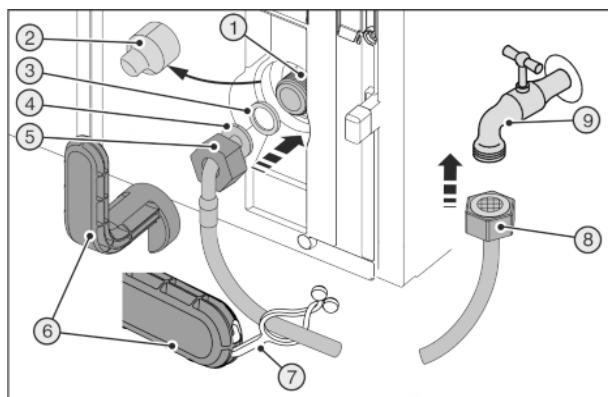
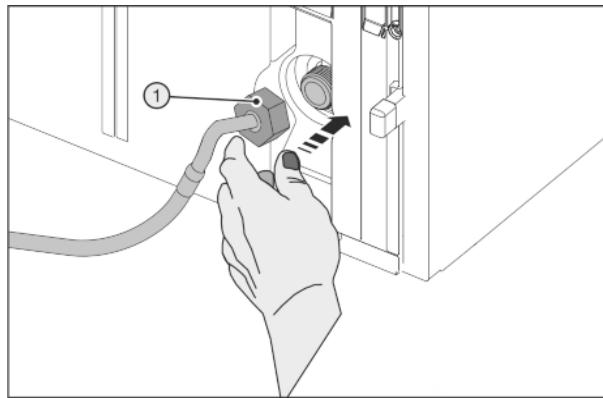

Fig. 48
Fig. 49
Зламаний допоміжний інструмент Fig. 48 (6)!
- Допоміжний інструмент Fig. 48 (6) використовувати тільки при кімнатній температурі.
- Зніміть кришку Fig. 48 (2).
- Полегшений монтаж: Викласти прямий кінець шлангу Fig. 48 (8) ліворуч на землю.
- Насуньте гайку Fig. 48 (5) до кінця через кінець шлангу, розташований під кутом Fig. 48 (4) та утримуйте.
- Зволожити прокладку Fig. 48 (3) та втиснути в гайку Fig. 48 (5).
- Прокладка Fig. 48 (3) прилягає та трохи тримається.
- Обережно одягти гайку Fig. 49 (1) і накрутити двома пальцями на нарізку до досягнення надійної посадки.
- Затягувати гайку Fig. 49 (1) за допомогою допоміжного інструменту Fig. 48 (6) за годинниковою стрілкою, доки не буде досягнуто максимального моменту затяжки і допоміжний інструмент Fig. 48 (6) не почне прокручуватися.
- Накрутити гайку Fig. 48 (8) на запірний кран Fig. 48 (9).
- Затягувати гайку Fig. 48 (8) за допомогою допоміжного інструменту Fig. 48 (6) за годинниковою стрілкою, доки не буде досягнуто максимального моменту затяжки і допоміжний інструмент Fig. 48 (6) не почне прокручуватися.
- Відкрийте запірний кран Fig. 48 (9) подачі води та перевірте всю систему подачі води на герметичність.
- Причепіть накладку Fig. 48 (7) в допоміжний інструмент Fig. 48 (6) і для зберігання закріпіть на шлангу із високоякісної сталі.